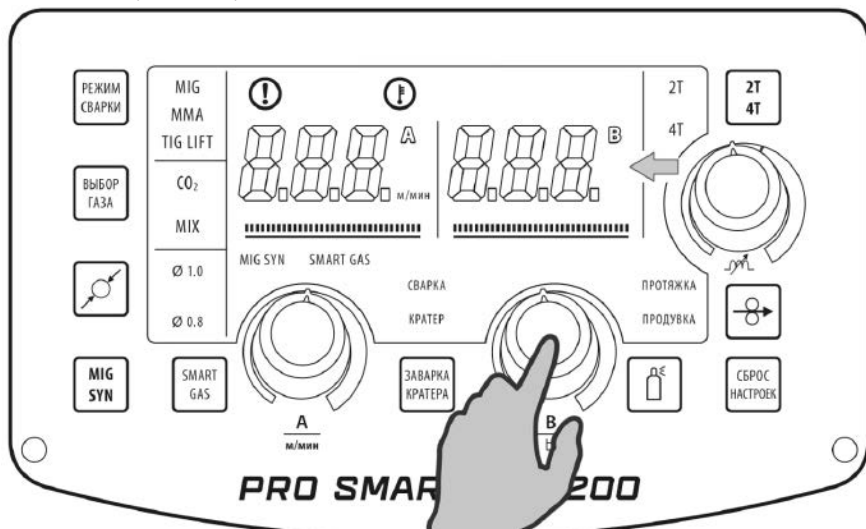

Рис. 10.1.3. Регулятор форсажа дуги.
4. Установите значение форсажа дуги (См. рис. 10.1.3).
Форсаж дуги рекомендуется применять при сварке покрытыми электродами на малых токах (См. рис. 10.1.3). Регулятором выставите значение на 15-20% больше от основного тока (См. табл. 7.0.2, поз. 9).